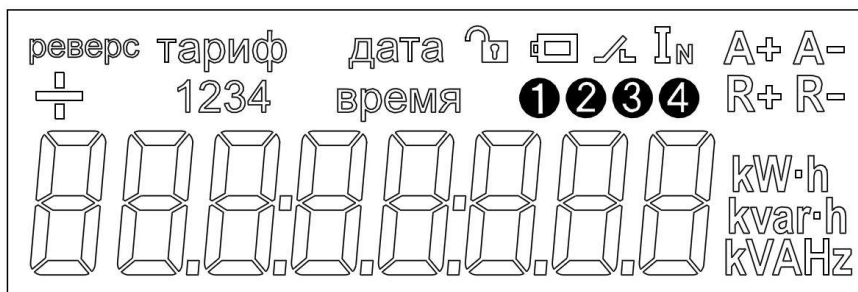

Рисунок 6.1 – Индикатор ЖКИ счетчика
6.2.3 В счетчике установлена литиевая батарея 3,6 В типа CR2032, предназначенная для работы часов реального времени. Счётчик периодически производит контроль уровня напряжения батареи. Если напряжение батареи становится ниже 2,6 В, на индикаторе ЖКИ с частотой 0,5 Гц начинает мигать символ индикатора батареи. (рисунок 6.1), в этом случае батарея должна быть заменена.
| | | | | | <p>- снять защитную крышку;</p> <p>- удалить пыль с контактных колодок с помощью кисточки;</p> <p>- подтянуть винты контактной колодки крепления проводов силовых и интерфейсных цепей;</p> <p>- установить защитную крышку контактной колодки, зафиксировать двумя винтами и опломбировать.</p> <p>6.2.3 В счетчике установлена литиевая батарея 3,6 В типа CR2032, предназначенная для работы часов реального времени. Счётчик периодически производит контроль уровня напряжения батареи. Если напряжение батареи становится ниже 2,6 В, на индикаторе ЖКИ с частотой 0,5 Гц начинает мигать символ индикатора батареи. (рисунок 6.1), в этом случае батарея должна быть заменена.</p> <p>Замена батареи должна производиться квалифицированным персоналом при отключенном сетевом напряжении и подключении источника резервного питания.</p> |
| | | | | | Рисунок 6.1 – Индикатор ЖКИ счетчика |